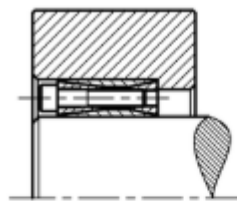
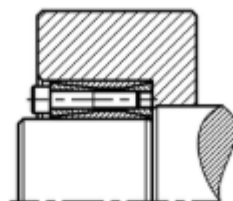

Fig. 2
Fig. 3
- II. Colocar os parafusos nos anéis e centrar o cubo (vide Fig2 e Fig3).
- III. Apertar os parafusos por igual em forma de cruz em duas ou três etapas, até atingir o torque de aperto (MA) indicado na tabela.